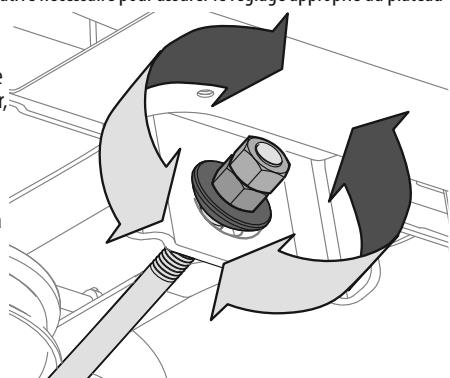

Figure 29
4. Pour relever l'avant du plateau de coupe, desserrez l'écrou supérieur, puis resserrez l'écrou inférieur (tournez vers la droite). Voir Figure 29. Après avoir effectué le réglage approprié, serrez l'écrou à un couple de 25 à 30 pi-lb (34 à 40,7 Nm).
5. Pour abaisser l'avant du plateau de coupe, desserrez l'écrou supérieur, puis desserrez l'écrou inférieur (vers la gauche). Voir Figure 29. Une fois le réglage approprié effectué, serrez l'écrou supérieur.